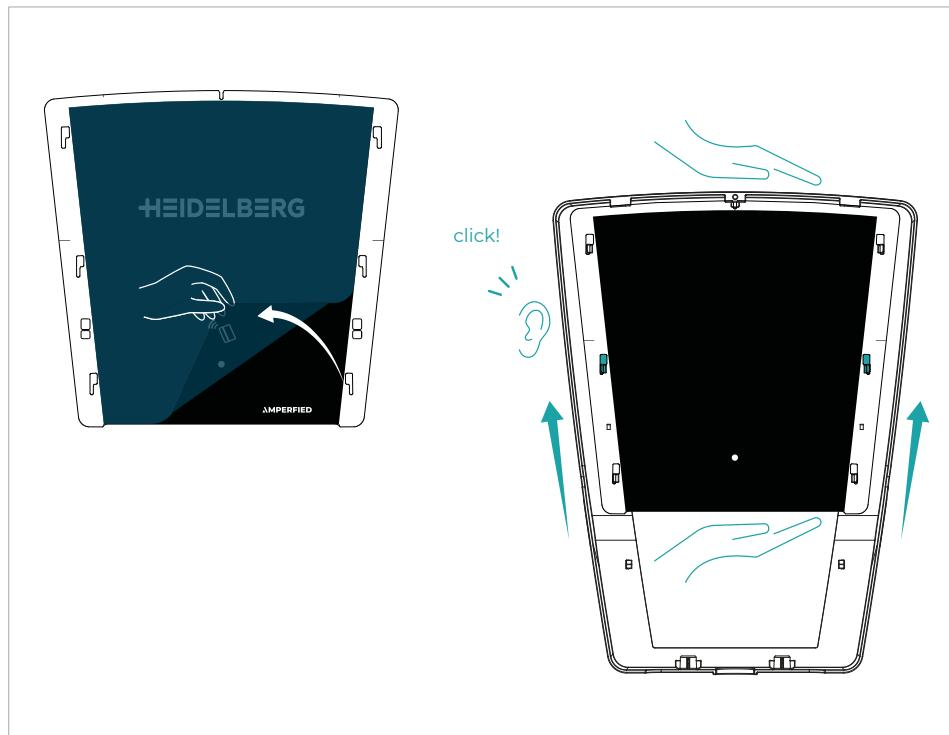

Abb. 9
- Ziehen Sie die Schutzfolie von der Blende ab, wie in **Abb. 9** dargestellt.